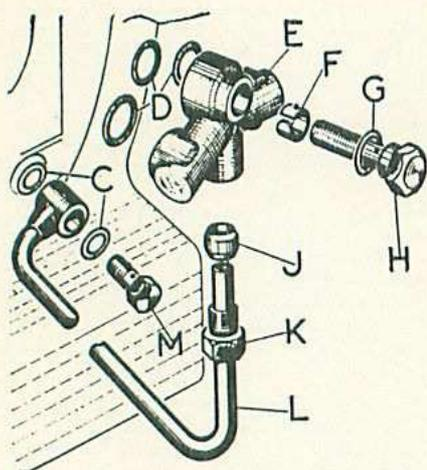

Fig. 12. — Détail de montage d'un tube d'arrivée d'huile
- Déposer les deux vis de chapes (H) et (M) côté cylindre et côté carter (fig. 12). Retirer les trois joints métalloplastiques (C) et (G) et dégager l'ensemble du tube de graissage (L) avec sa chape (E).